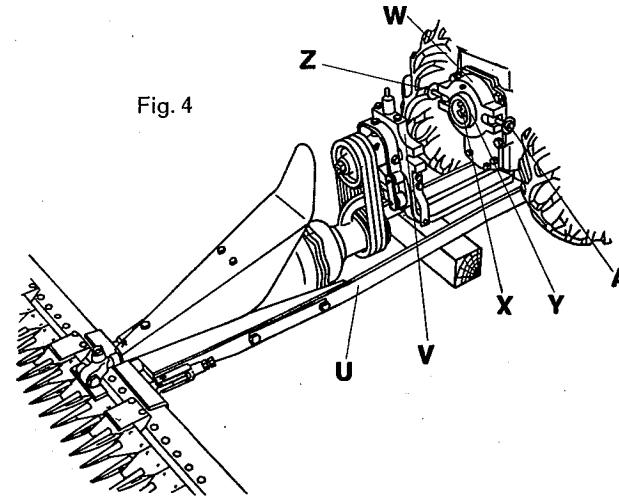

Fig. 4
1. Montage des Mähapparates (Fig. 4)
2. Demontage des Mähapparates (Fig. 4)
1. Montage de l'agrégat de fauchage (fig. 4)
2. Démontage de l'agrégat de fauchage (fig. 4)
1. Montaggio dell'apparato falciante (fig. 4)
2. Smontaggio dell'apparato falciante (fig. 4)